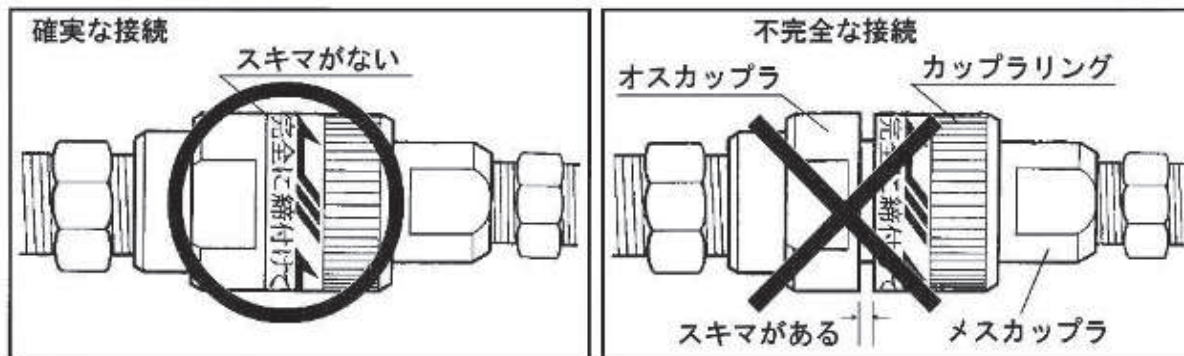
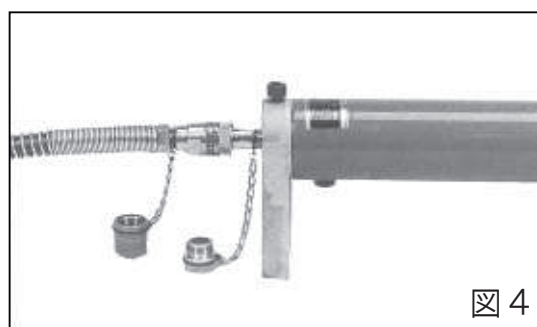

図1
図4
- カップラの接続は確実に行ってください。不完全な状態で使用しますとラムが上昇したまま下がらなくなる原因となります。(図1)
(図1・図4)